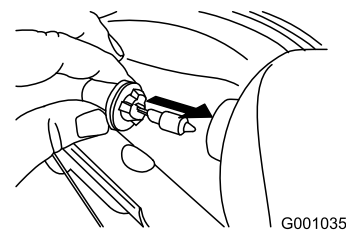

Figure 56
4. Introduisez une ampoule neuve dans le phare par l'arrière (Figure 56).